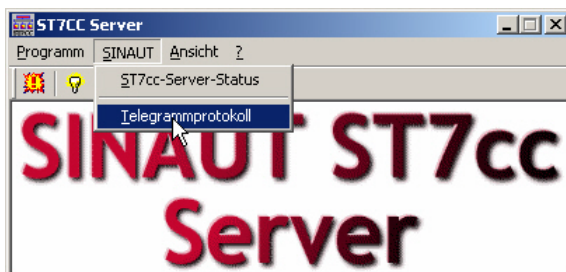

Bild 6-2 Telegrammprotokoll im ST7cc Server starten
1. Klicken Sie im Fenster der ST7cc Servers auf *SINAUT* → *Telegrammprotokoll* (siehe Bild 6-2).